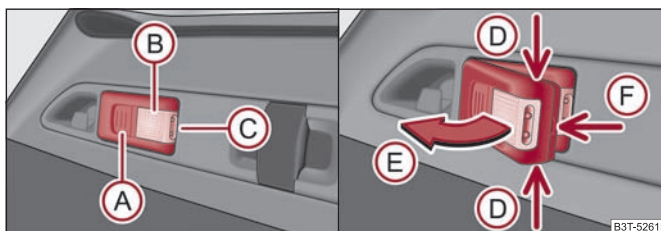

Fig. 59 Lampa cu posibilitate de demontare
- Iluminarea portbagajului - iluminează partea (B) ⇒ fig. 59 (lampa se află în suport),
- Lampă portabilă - iluminează partea (C) (lampa este scoasă din suport).
- Apucați lampa de locurile marcate cu săgeți (D) ⇒ fig. 59 și rabatați-o în direcția indicată de săgeată (E), scoțând-o. ►
- Dacă nu stingeți lampa și nu o așezați corect în suport, lămpile din partea din față **C** ⇒ pagina 68, fig. 59 se sting automat.
- Dislocați capacul acumulatorilor cu un obiect subțire, ascuțit, în locul clipsului de fixare **F** ⇒ pagina 68, fig. 59.